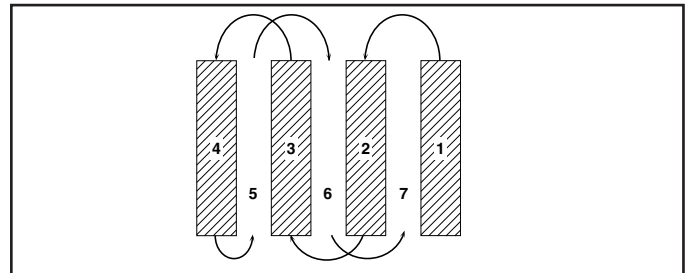

Fig. 14
- Vous trouverez le labourage beaucoup plus facile si vous laissez un sillon non bêché entre les passes. En ce temps-là retourner entre le rang de labourage (Voir la Fig. 14). Il y a deux raisons pour faire ceci. Premièrement, des virages larges sont beaucoup plus faciles à prendre que faire des demi-tours. Deuxièmement, la motobineuse ne vous entraînera pas vers le rang bêché qui est le plus proche.